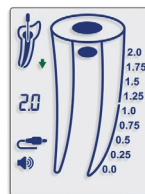

Fig. 7
- 5.4.12. Setzen Sie den Vorschub mit der Feile vorsichtig im Uhrzeigersinn fort. Während sich das Instrument auf das Foramen zubewegt, zeigen farbige Segmente auf dem Wurzelkanalbild, die von hörbaren Signalen bei variierender Frequenz begleitet werden, den Vorschub der Feile an. Numerische Ablesungen 2,0, 1,75, 1,5, 1,25, 1,0, 0,75, 0,5, 0,25, 0,0 (Foramen) oder OVER erscheinen unter dem Zahnsymbol (Abb. 7 - 11).